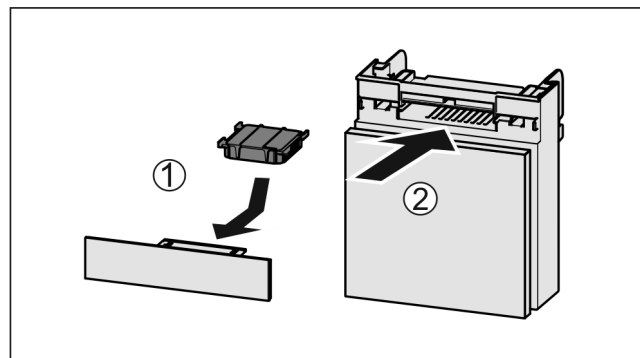

Fig. 38
- Aktivkohlefilter nach Abbildung einsetzen Fig. 38 (1).
- Fach einschieben Fig. 38 (2).